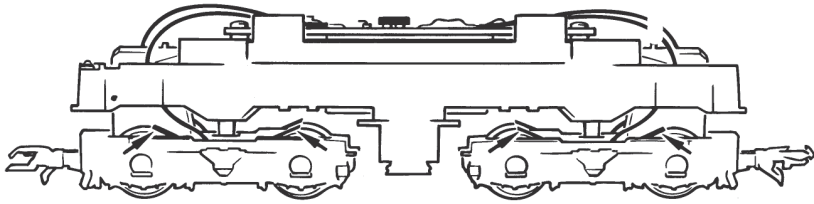
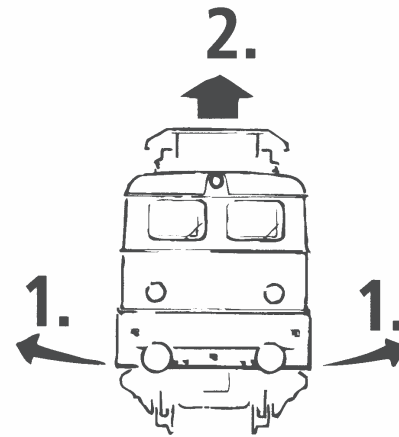

Fig. 8
Fig. 4
3. Haftreifenwechsel: Zuerst den Getriebedeckel abnehmen (Fig. 4). Danach den **Radsatz** herausnehmen und die **Haftreifen** mit einer Nadel od. mit einem feinen Schraubendreher abziehen (Fig. 8). Beim Aufziehen der neuen Haftreifen darauf achten, dass diese sich nicht verdrehen.
3. Change of traction tyre: Remove the gear cover (fig. 4). Take out **wheel set** and remove **traction tyre** using a pin or a fine screwdriver (fig. 8). When pressing on the new traction tyre please **avoid twisting it**.
3. Échange des bandages d'adhérence: Démontez d'abord **le couvercle du carter des engrenages** des engrenages (fig. 4). Délogez ensuite les essieux bandagés et enlevez, à l'aide d'une aiguille ou d'un tourne-vis fin, les bandages d'adhérence (fig. 8). Lors du montage des nouveaux bandages veuillez veiller à ce que les bandages **ne soient pas tordus**.
1. siehe } Fig.4